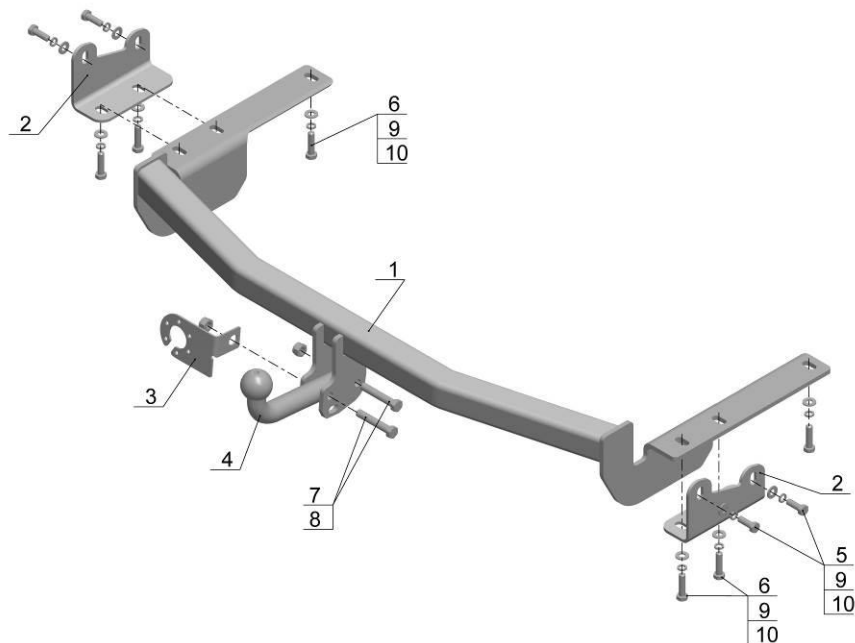

Рис.1.
- Установить ТСУ (рис.1) на автомобиль, используя крепежные элементы (поз.6,9,10);